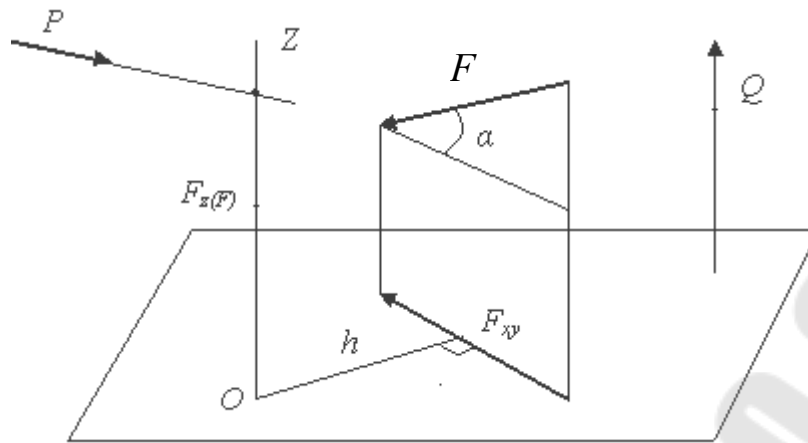

Рис. 15
29. Скалярная величина, определяемая как момент относительно точки O вектора силы \vec{F}_{XY} , являющимся проекцией заданной силы \vec{F} на плоскость, перпендикулярную оси (рис. 15). Точка O – точка пересечения оси и плоскости.
30. Если сила \vec{P} пересекает ось, и если сила \vec{Q} параллельна оси (рис. 15).